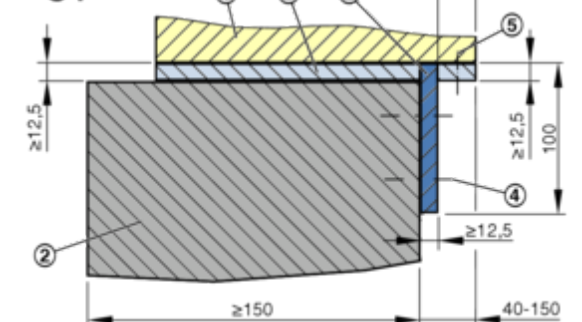
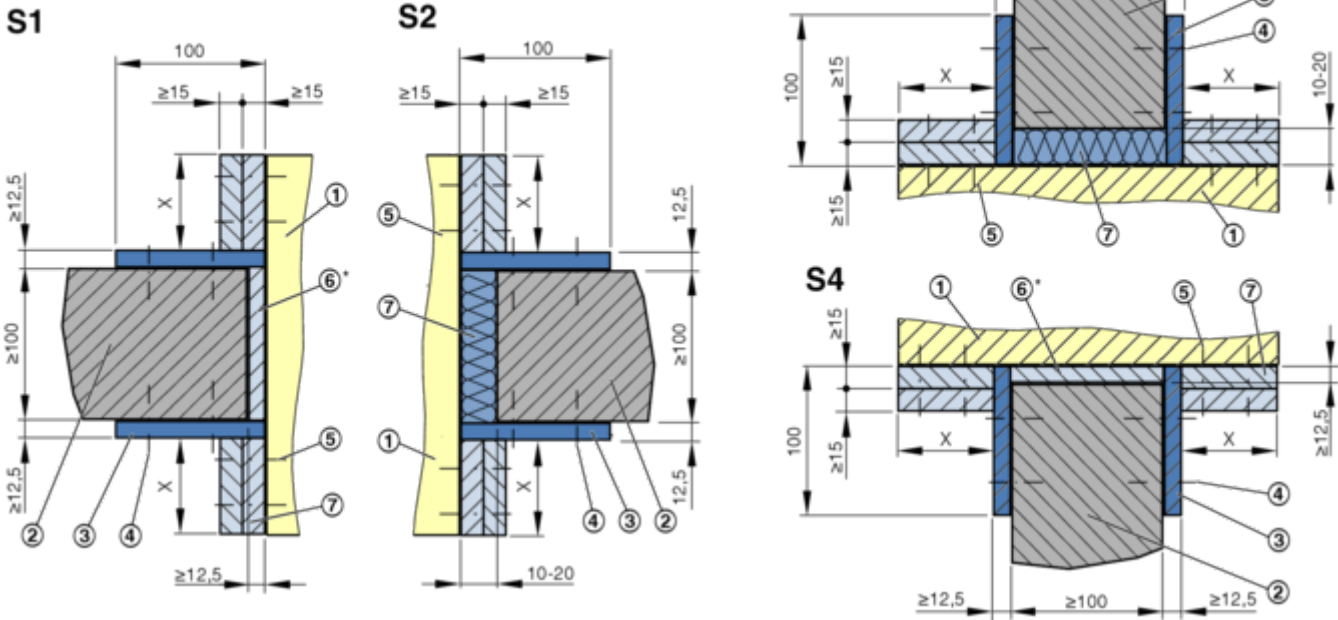

Abb. 23: Details EK-JZ Trockeneinbau in Massivwand, massive Schachtwand EI 90 S
Abb. 24: Details EK-JZ Trockeneinbau in Massivwand, massive Schachtwand EI 120 S, Legende ↪ Abb. 23
Riegel ↪ Abb. 23 , Abb. 24
- EI 90 S  $v_{ew}$  : Riegel beidseitig der Wand, 1 Streifen  $\geq 12,5$  mm, ↪ Abb. 23
- EI 90 S  $v_{edw}$  : Riegel an Bedienseite (Schachtwand), 1 Streifen  $\geq 12,5$  mm, ↪ Abb. 23
- EI 120 S  $v_{ew}$  : Riegel beidseitig der Wand, 2 Streifen  $\geq 15$  mm, ↪ Abb. 24
- Hohlräume werden mit Mineralwolle oder Steinwolle ausgestopft (7).